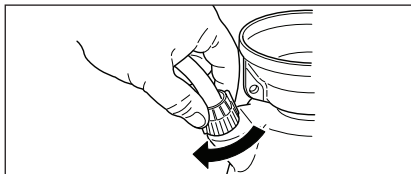

Figura 2. Ajuste la tuerca de manguera
2. Deslice la tuerca por la manguera y sobre la rosca del tanque. Gire la tuerca de manguera en sentido horario y ajústela firmemente. Vea la figura 2.